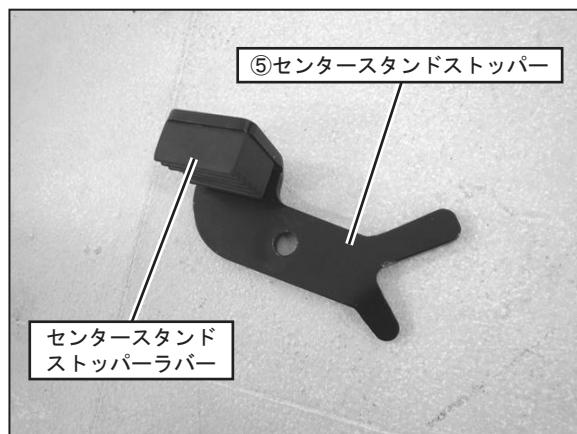

FIG. 2
4. 手順3で外したセンタースタンドストッパーのラバーを⑤センタースタンドストッパーに車両下側向きになるように取り付けて下さい。 (FIG. 2 参照)